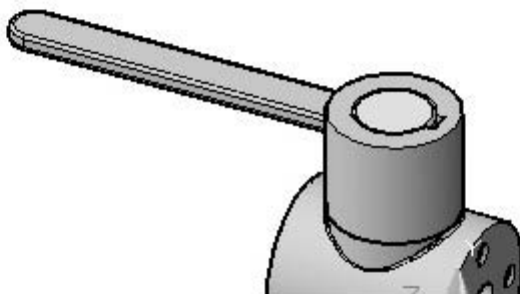

Рис. 12.62. Ручка занимает нужное положение
11. Укажите третью — также с привязкой **Квадрант (Quadrant)** — квадрант окружности нижнего основания с поворотом на **90°** относительно ранее указанного направления (сторону расположения квадранта выберите ту, по отношению к которой ручка будет занимать должное положение (рис. 12.62)):